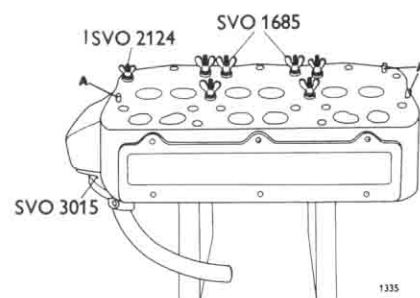

Fig 15. Provtryckning av cylinderlock.
1. Vattentrycket bör vara minst 3 kp/cm^2 men inte överstiga 4 kp/cm^2 , se fig 15. Täta temperaturmätaruttaget med en propp $1/2'' \text{ KR}$